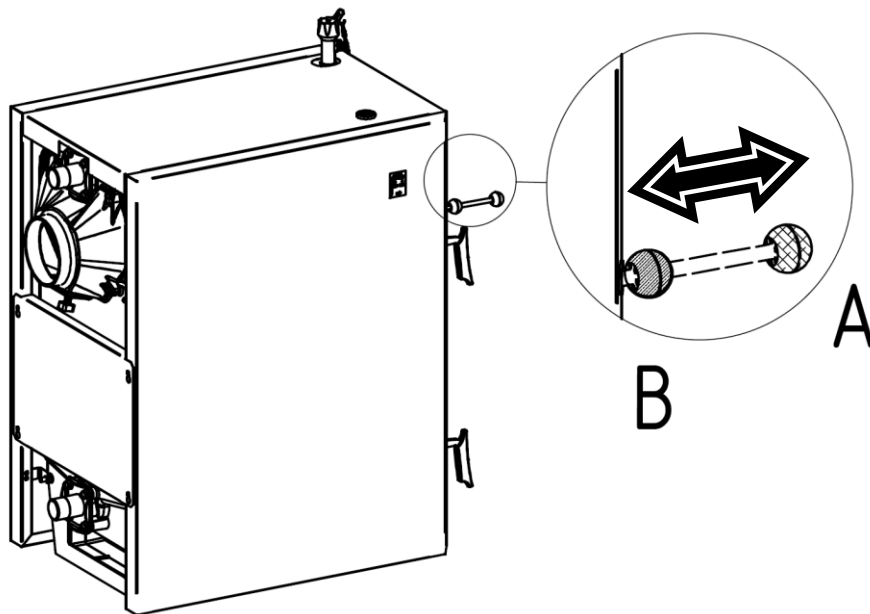

Fig. nr. 22 Aprinderea focului în cazanul VIADRUS U22 Economy
5. Înaintea aprinderii trebuie deschisă clapeta de scurtcircuitare în poziția **B** fig. nr. 22, 23, astfel gazele de ardere sunt evacuate pe cea mai scurtă cale a căii de evacuare spre coșul de fum și se ajunge la încălzirea acestuia. După încălzirea coșului de fum trebuie închisă clapeta de scurtcircuitare înapoi în poziția **A** conform fig. 22, 23.